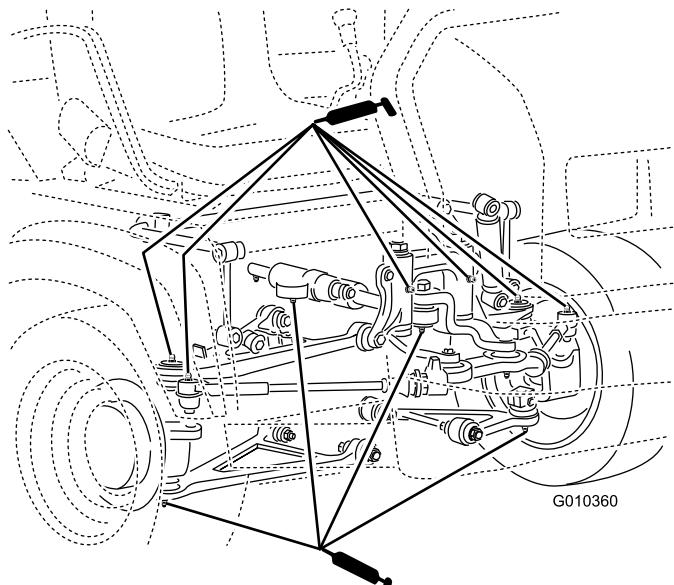

图29
- 球窝接头4个请参阅图29
- 横拉杆2个请参阅图29
- 枢轴安装座2个请参阅图29
- 转向油缸2个请参阅图29